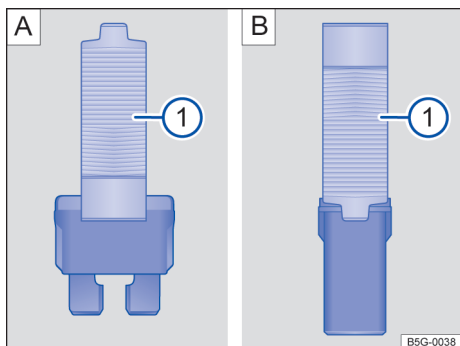

Fig. 149 Retirar ou colocar o fusível com a pinça de plástico: A) fusível plano, B) fusível de bloqueio.
→ Fig. 149 ①.
- De acordo com o modelo do fusível, colocar o grampo adequado da pinça de plástico sobre o fusível, pela lateral → Fig. 149 A ① ou → Fig. 149 B ①.